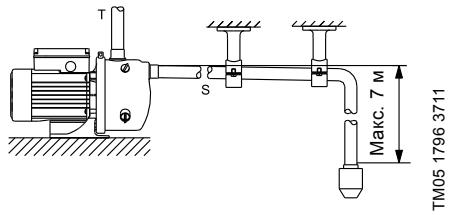

Рис. 2 Соединение с трубопроводом
Напорная магистраль подключается к напорному патрубку (T) насоса. См. рис. 2.